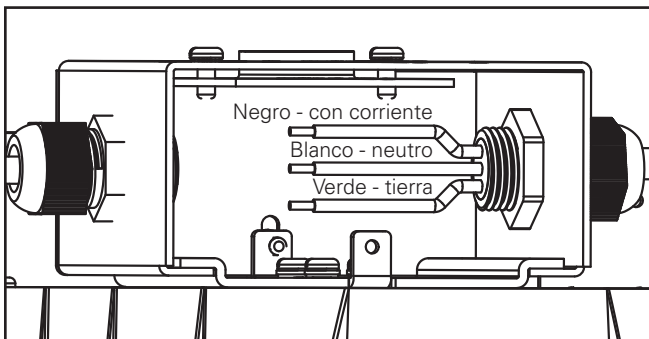

Figura 6.
11. Conecte el cableado conforme al código NEC. (Figura 6.)